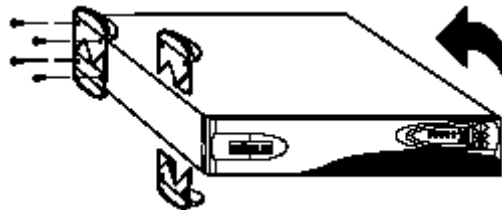

Рисунок 5. Установка ножек на отдельно стоящее устройство
2. Положите ИБП горизонтально таким образом, чтобы оставался доступ к левой части устройства (см. рис.5).